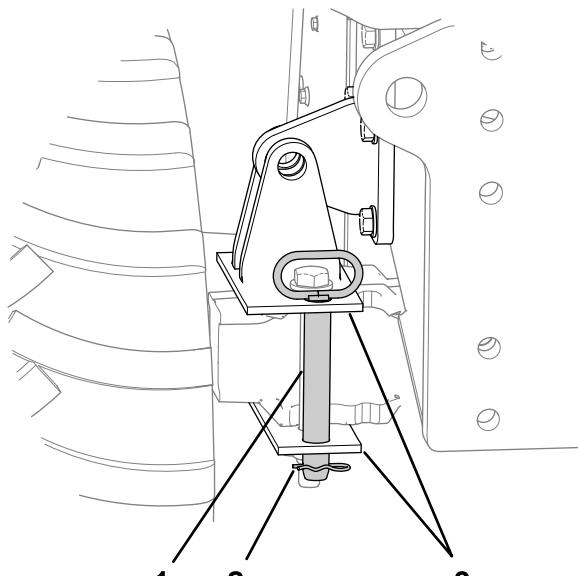

Рисунок 45
- Извлеките шплинт из штифта блокировки наклона (Рисунок 45).
- Вставьте штифт блокировки наклона в вертикальные отверстия в кронштейне блокировки моста (Рисунок 45).
- Закрепите штифт в кронштейне блокировки с помощью шплинта (Рисунок 45).